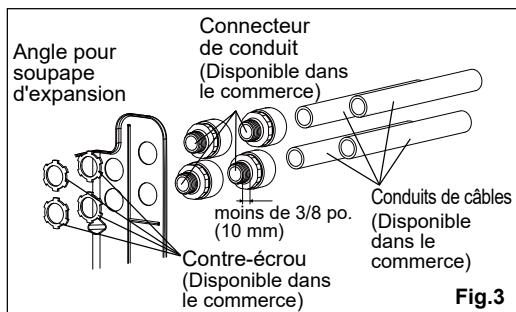

Fig.3
(3) Fixez le connecteur de conduit à l'angle du détendeur avec le contre-écrou. (Fig.3)